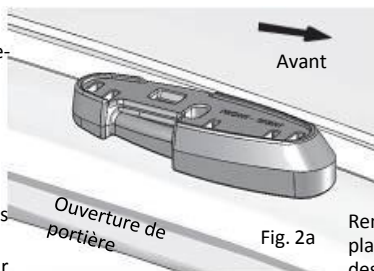

Fig. 2a
7. En se servant du montant de portière du véhicule, placer les traverses selon les indications. (Fig. 2a et 2b)